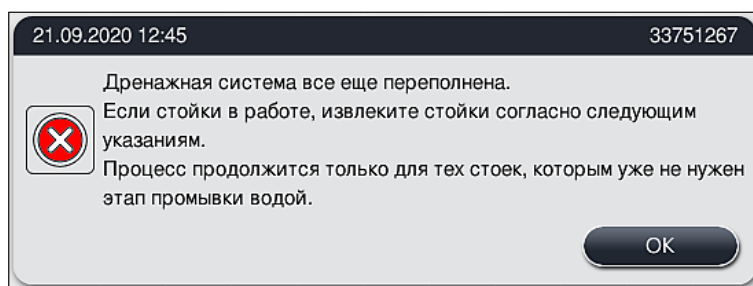

Рис. 125
3. Если несмотря на все попытки очистки устранить засорение не удастся, промывочные станции деактивируются из-за сохраняющегося критического уровня воды. Соответствующие промывочные станции отображаются на экране как неисправные. Для отмены одной или нескольких программ нажмите (→ "Рис. 123-2") или (→ "Рис. 124-2") для запуска управляемого процесса отмены. Программы, не содержащие этап промывочной воды, продолжают до завершения процесса окрашивания. Все штативы, требующие реализации по меньшей мере одного этапа промывочной воды, должны быть отменены и извлечены из прибора. Подтвердите следующее сообщение (→ "Рис. 125") нажатием **OK**.